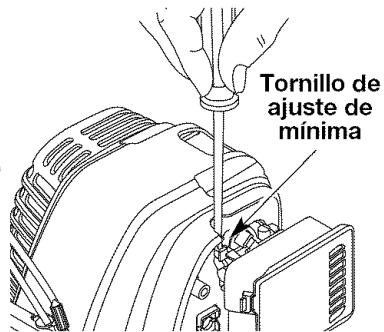

Fig. 29
La velocidad mínima del motor puede ser ajustada. Puede tener acceso al tornillo de ajuste de mínima a través de un orificio en la parte superior de la cubierta del motor (Fig. 29).
2. Suelte el gatillo del regulador (→) y deje que el motor funcione en mínima. Si el motor se para, inserte un destornillador Phillips pequeño en el orificio de la cubierta del motor (Fig. 29).